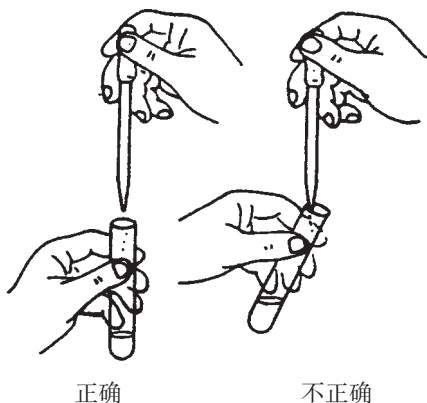

图 1-4 用滴管将试液加入试管中
(1) 从滴瓶中取用试剂时, 应先提起滴管至液面以上, 再用手指按捏胶头排去滴管内的空气, 然后将管口伸入液体中, 同时放松胶头吸入试剂。将试剂滴入容器时, 必须用无名指和中指夹住滴管悬空在靠近容器口上方, 用大拇指和食指微捏橡皮头滴管必须保持垂直, 不得触及容器壁 (图 1-4), 以免沾污。装有试剂的滴管不得横置或管口向上斜放, 以免液体流入滴管的橡皮头中。滴管只能专用, 用完放回原滴瓶, 注意不要放错。严禁用自己的滴管到滴瓶中取用试剂。